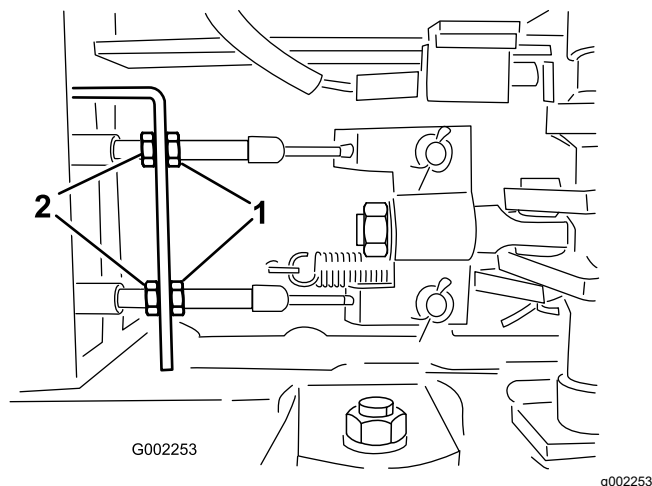

Bild 102
5. Lösen Sie die vorderen Klemmmuttern an den Bremskabel unter der Vorderseite des Sprühfahrzeugs (**Bild 102**).
6. Ziehen Sie die hinteren Klemmmuttern gleichmäßig an, bis das Spiel des Bremspedals 1-2 cm beträgt, bevor Sie einen Widerstand spüren (**Bild 102**).